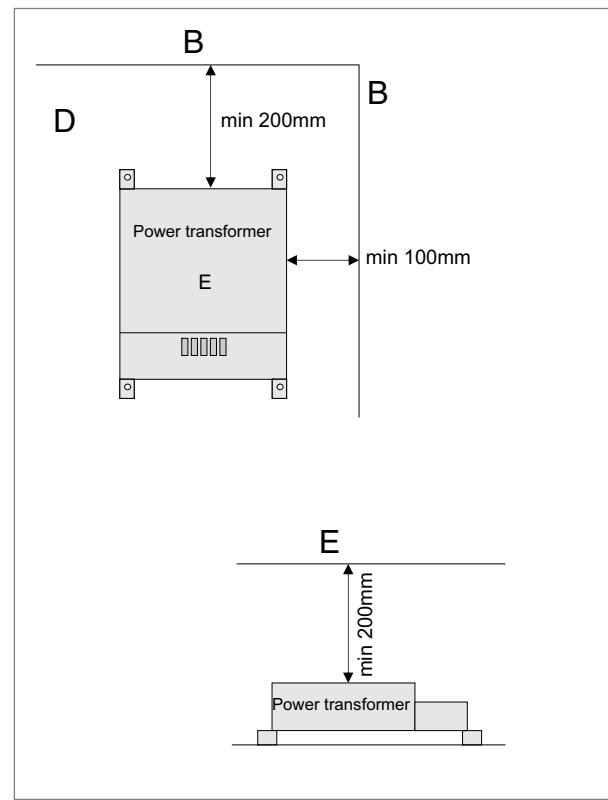

Afb. 2
Een defecte zekering duidt doorgaans op kortsluiting of een overbelasting aan de 12V-uitgang. Dit wordt gesigneerd door een rode LED naast de zekering (zie afb. 2), wanneer een verbruiker is aangesloten.
Schakel voor het vervangen van de zekering de AC/DC-omvormer uit, of scheidt het apparaat van de 230V AC-voeding. Vervang een defecte zekering alleen door een nieuwe zekering van het type ATO type LITTLEFUSE. Schakel de eenheid weer in (zie afb. 2). Neem contact op met een Dometic servicepartner, wanneer de zekering er opnieuw uitspringt.
- Installeer de AC/DC-omvormer op een goed geventileerde en tegen vocht beschermde plek. Om een optimale warmteafvoer te realiseren, moet het apparaat verticaal (zie afb. 2) worden gemonteerd.
De optimale montage van de AC/DC-omvormer is in verticale positie (afb. 2). De maximale omgevingstemperatuur mag 50°C bedragen.